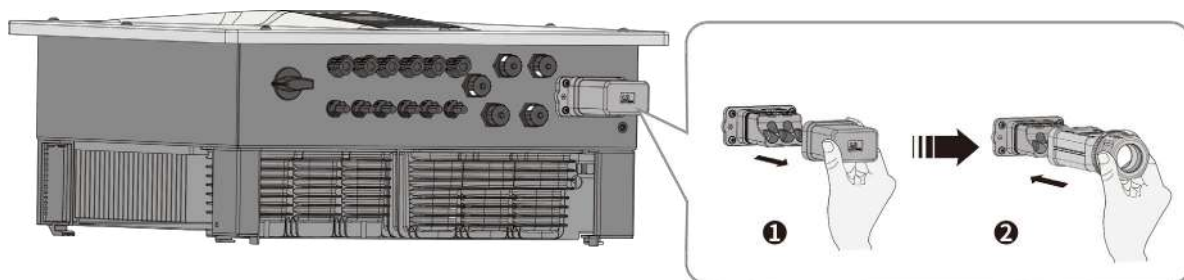

Abb. 14. AC-Kunststoffabdeckung entfernen
1. Nehmen Sie die AC-Kunststoffabdeckung vom Wechselrichter ab (siehe Abb. 14).